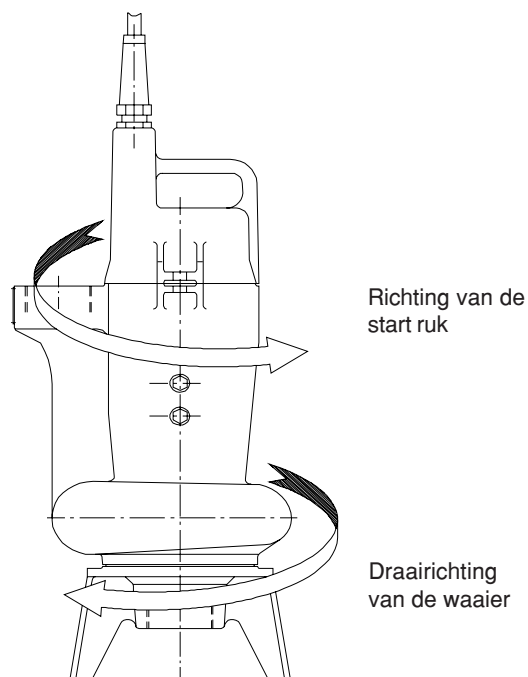

Fig. 3
De start ruk moet **tegen de wijzers van de klok zijn gezien vanaf de bovenkant van de motor**, zoals aangegeven in Fig. 3.
- De draairichting is correct (zie 4.7, Fig. 3).